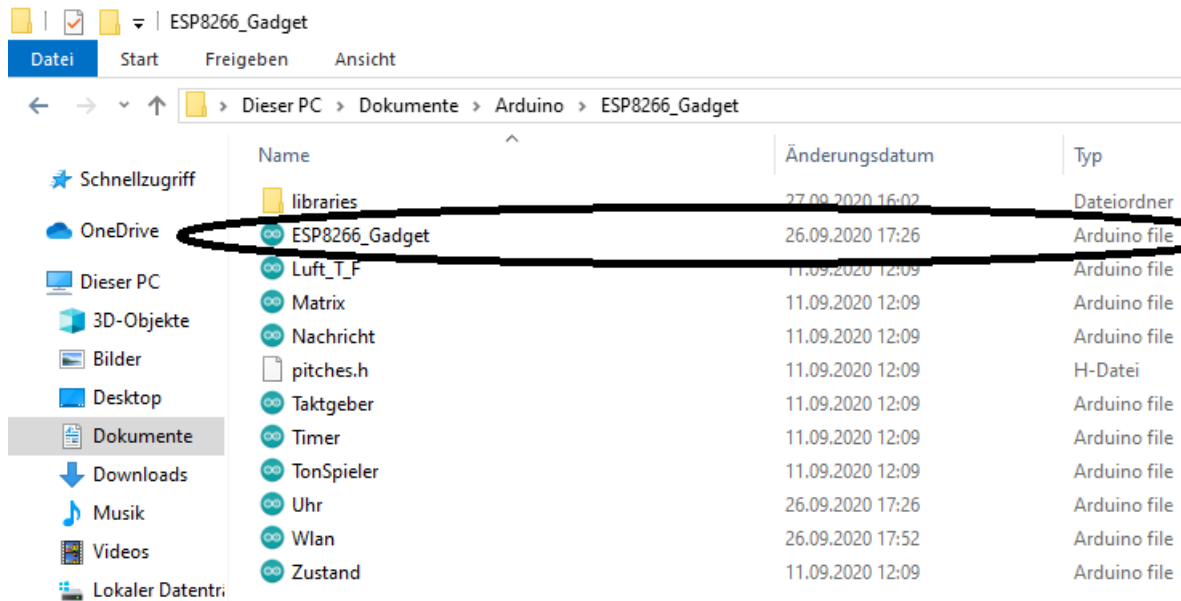

Abbildung 6.11: Programmierung: Öffnen der Datei
5.1 Datei öffnen - ESP8266_Gadget. (Abb. 6.11)